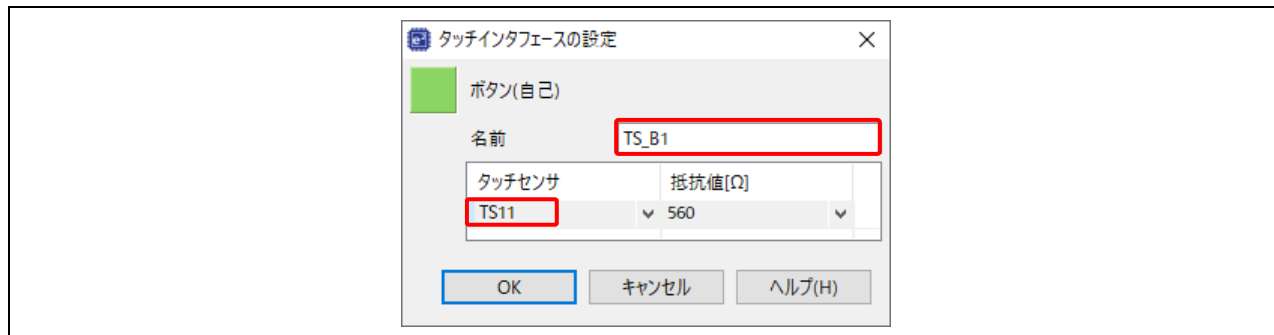

図 14 ボタンへのタッチセンサの割り付け
- (9) 配置したボタンにタッチセンサを割り付けます。
- Button00 ボタンをダブルクリックするとダイアログボックスが表示されます。図 14 のように名前を"TS_B1"に変更し、MCU のセンサポートはタッチセンサのプルダウンリストから"TS11"を選択して、ボタンに割り付けます。